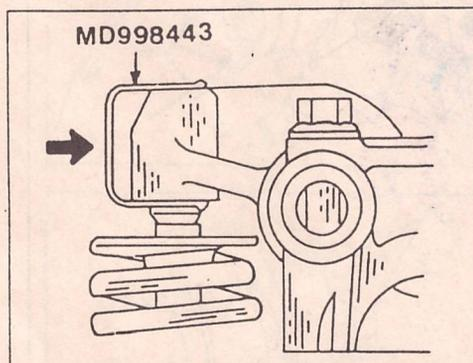

Рис. 44.
- В соответствии с рис. 44 вставить компенсатор в коромысло и закрыть его скобой от выпадания.